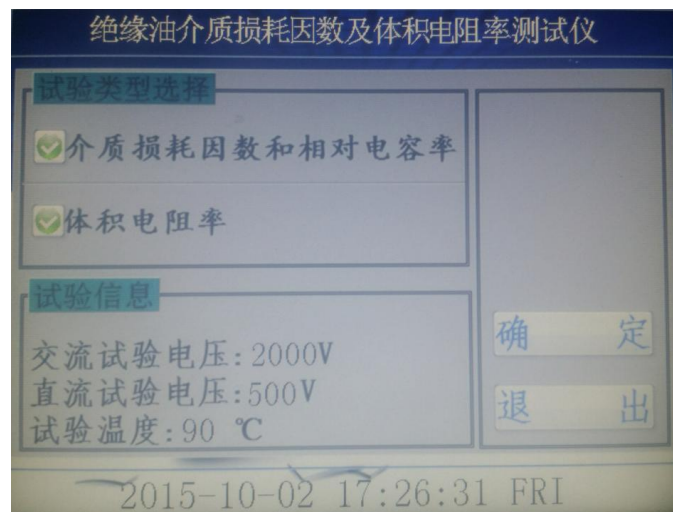
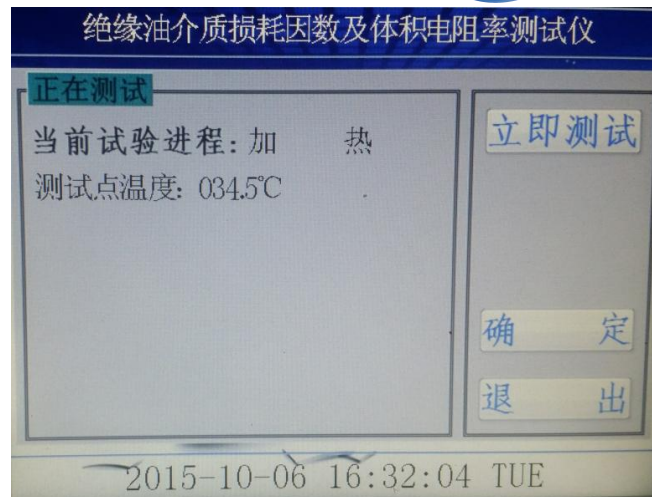

图 6
图 7
5、在图 3 界面下，点击空杯测试进入图 6，空杯测试主要是对油杯注油前的干净程度和装配进行验证，可以选择介质损耗因数和相对电容率及体积电阻率，点击测试项目前面的光标即可选择测试还是不测试。空杯介损值越小越好，在图 6 中选择完测试项目后点击确定后即可进入图 7，图 7 中设备可以在设定的 90℃ 进行测量，也可以点击立即测试，在当时温度下测量。
6、空杯检测完毕没有问题后，将油杯的内电极取出置于油杯架上，取 40ml 待测油样置于油杯中（注意：注入油样时一定要注意不能出现气泡，应沿着杯壁缓缓注入），油样注入后，再将油杯的内电极慢慢的放到位。（动作要慢一些，防止动作太快，排气不及时，使油样溢出），接好测量信号线和温度信号线，点击图 3 中的自动测试，进入图 6 界面和图 7 界面，一般测油是都按照规程 90℃ 测量，同样也可以选择立即测试，在当前温度下测量。